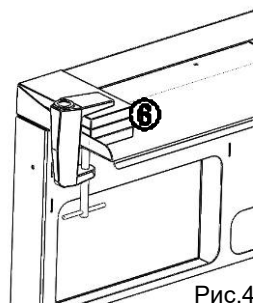

Рис.4
- в пирамиде (3) или фланце (4), закрепленными на горизонтальной поверхности в зависимости от ее свойств (толщина, материал) винтами с гайками и шайбами.
2.2 Для крепления струбцины к поверхности с ребром рекомендуется использовать пластины (6), рис.4.